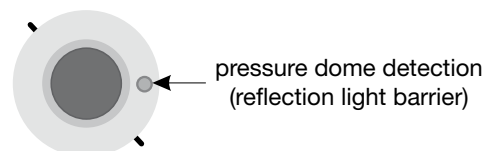

Abbildung 5
- Halten Sie die Linse der Lichtschranke zu, siehe Abbildung 5.
HINWEIS: Die Linse der Lichtschranke muss klar sein und darf keine Blasen aufweisen, welche die Funktion beeinträchtigen, siehe Abbildung 5.